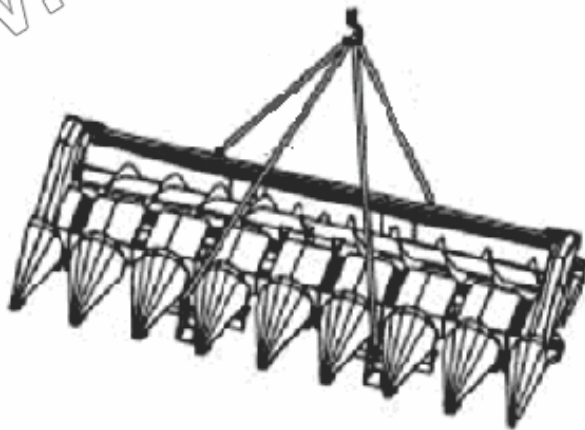

Рис.20 Схема строповки
4. Зачаливание и строповку приспособления производить согласно схеме строповки (рис.20).